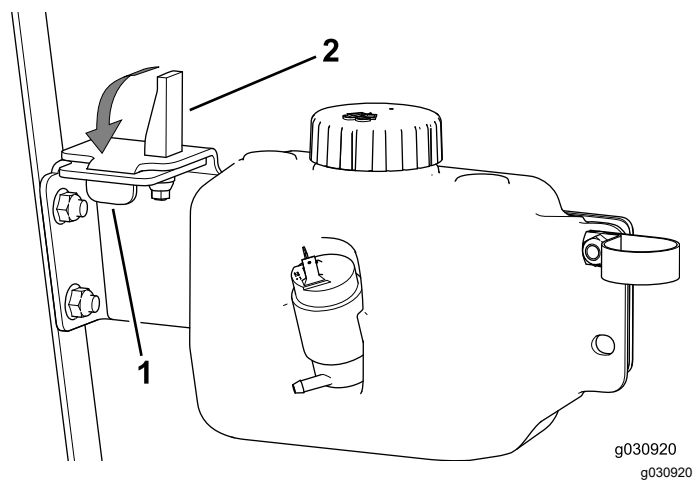

图 46
5. 将凸耳插入槽中并将膨胀门锁轴套插入水箱面板的孔中图 46。
6. 向下反转膨胀门锁控制杆图 46。